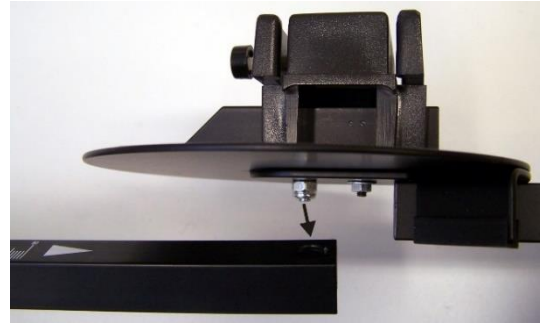

Fig. 2: Colocação do trilho curto no longo
- Colocar o trilho curto no longo (Fig. 2).